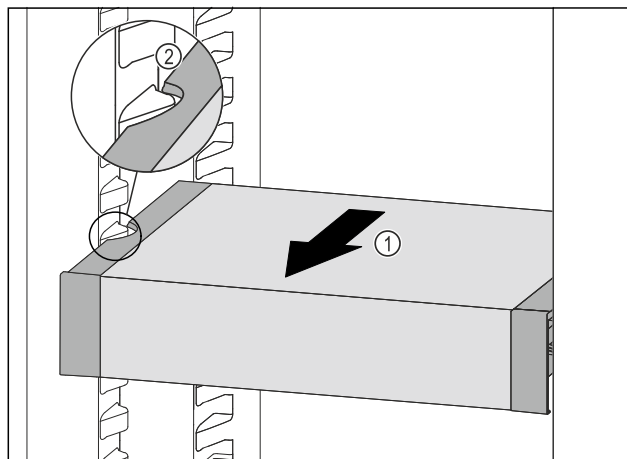

Fig. 138
- ▶ Pavelciat VarioSafe uz priekšu Fig. 138 (1), līdz VarioSafe sānu padziļinājumi ledusskapja nodalījumā atrodas tvertnes ribas augstumā. Fig. 138 (2)